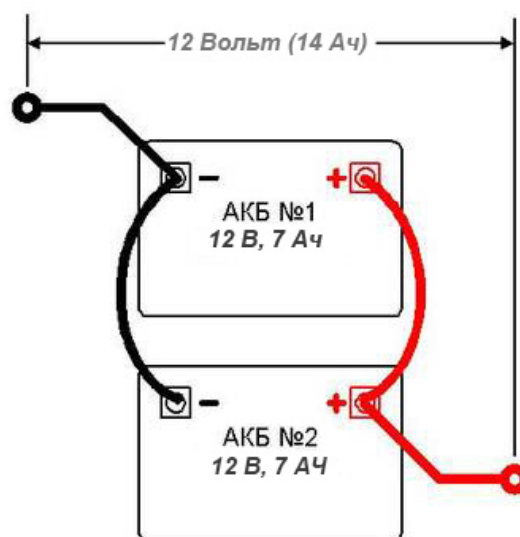

Рисунок 4 - Схема подключения АКБ
- подключите аккумуляторные батареи (см. Рисунок 4);